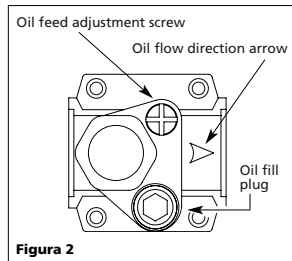

Figura 2
1. Ubique la flecha de dirección de flujo (Vea Figura 2). Esta flecha muestra la dirección del flujo de aire, o sea, apunta hacia la salida.
3. Verifique que la flecha apunte hacia la salida (Vea Figura 2).